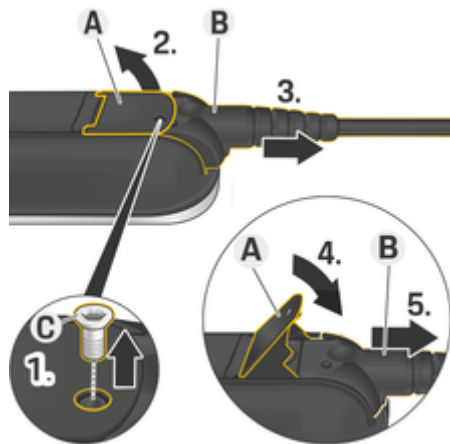

図. 108: ケーブルの切り離し
1. 適切なツールを使用して、スクリュー C (図. 108) を取り外します。
2. リフトレバー A (図. 108)。
3. 抵抗を感じる所までプラグ B (図. 108) を引き出します。